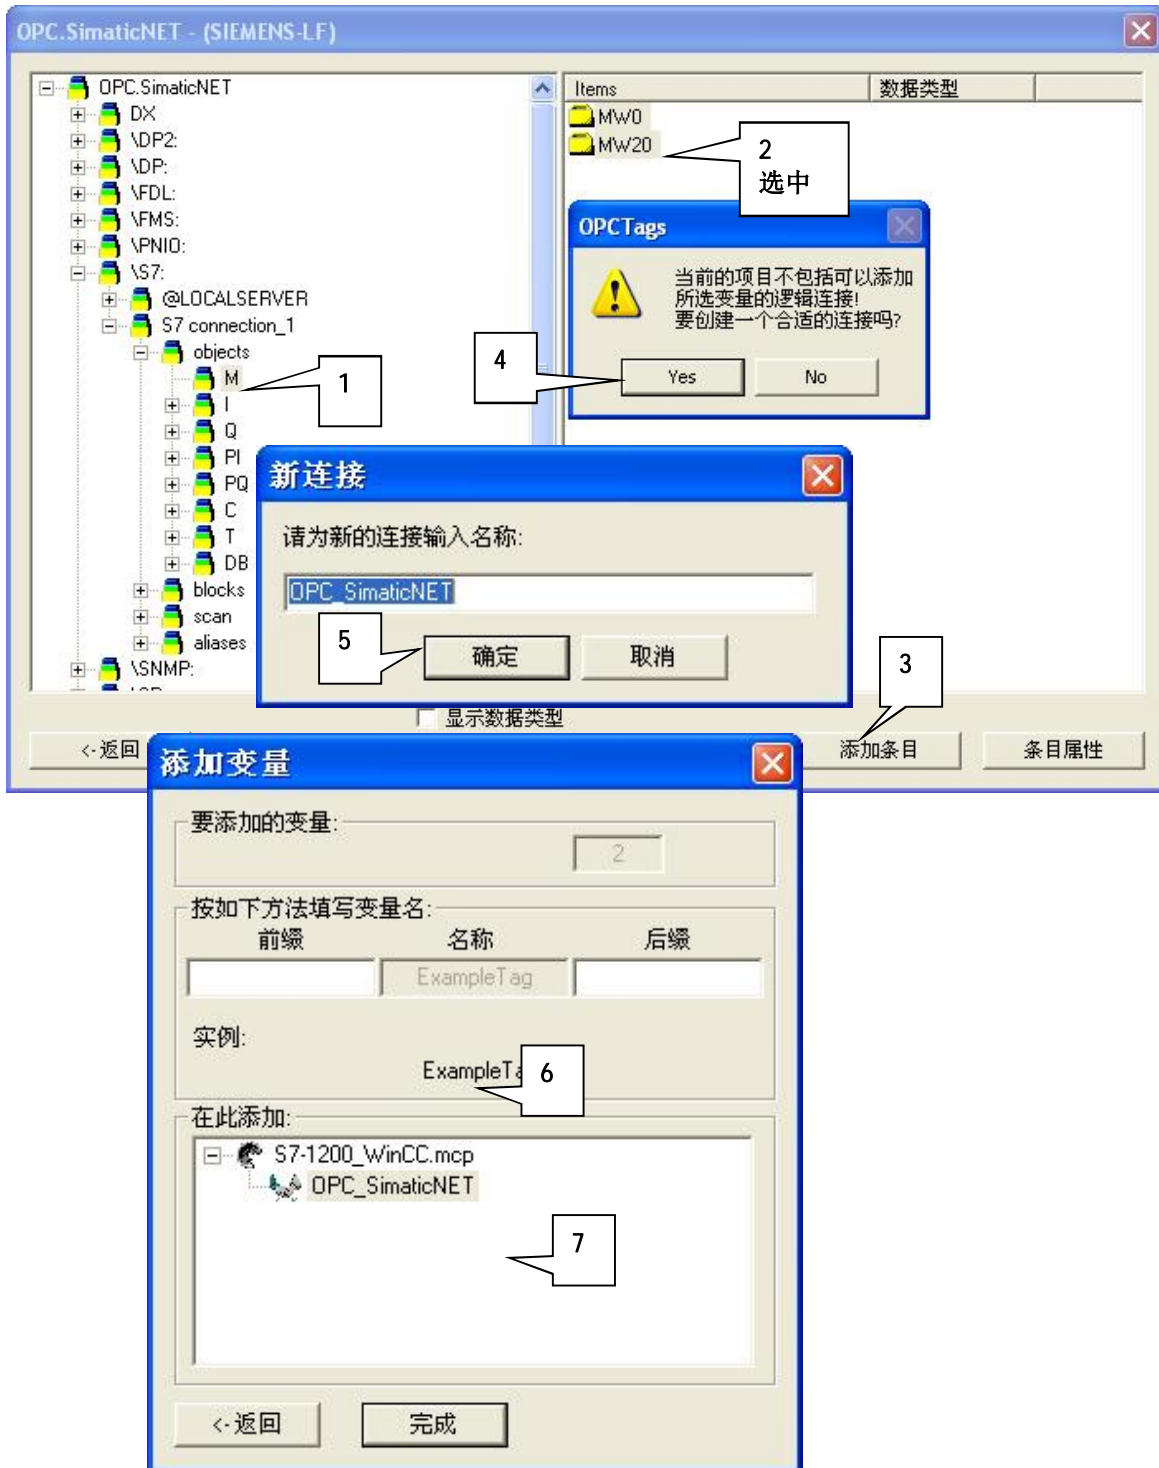

图 22 添加变量并建立连接
④在变量列表中选择所需要的变量，点“添加条目”按钮添加所需变量，此时会自动要求你建立一个新连接，并将变量添加到这个连接中，如图 22 所示。